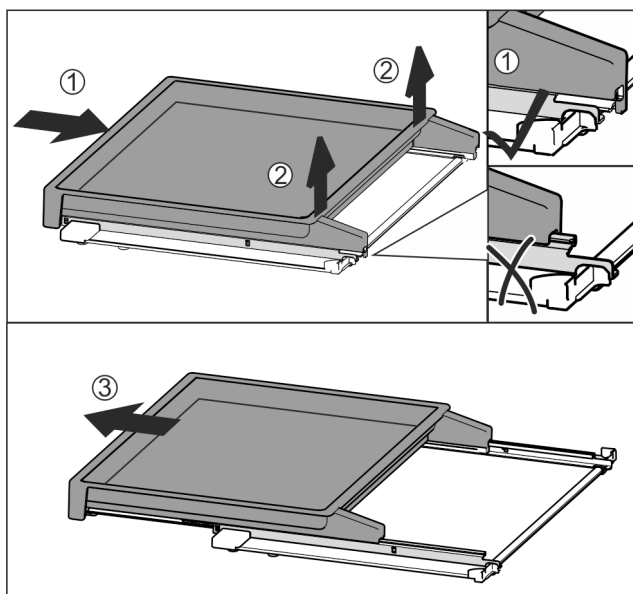

Fig. 179
- Izvlačni pretinac pogurnite do kraja Fig. 179 (1).
- Otpustite zapor sa stražnje strane Fig. 179 (2).
- Izvadite izvlačni pretinac prema naprijed Fig. 179 (3).